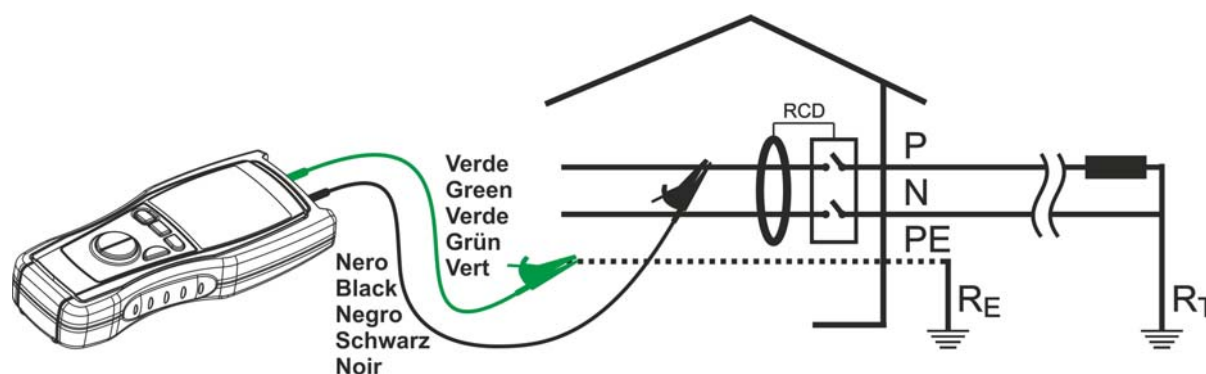

Fig. 11 : Connexion des bornes de l'instrument dans l'essai $M\Omega$
6. Connecter les bornes de l'instrument aux extrémités des conducteurs dont on souhaite mesurer l'isolement réciproque (voir Fig. 11).